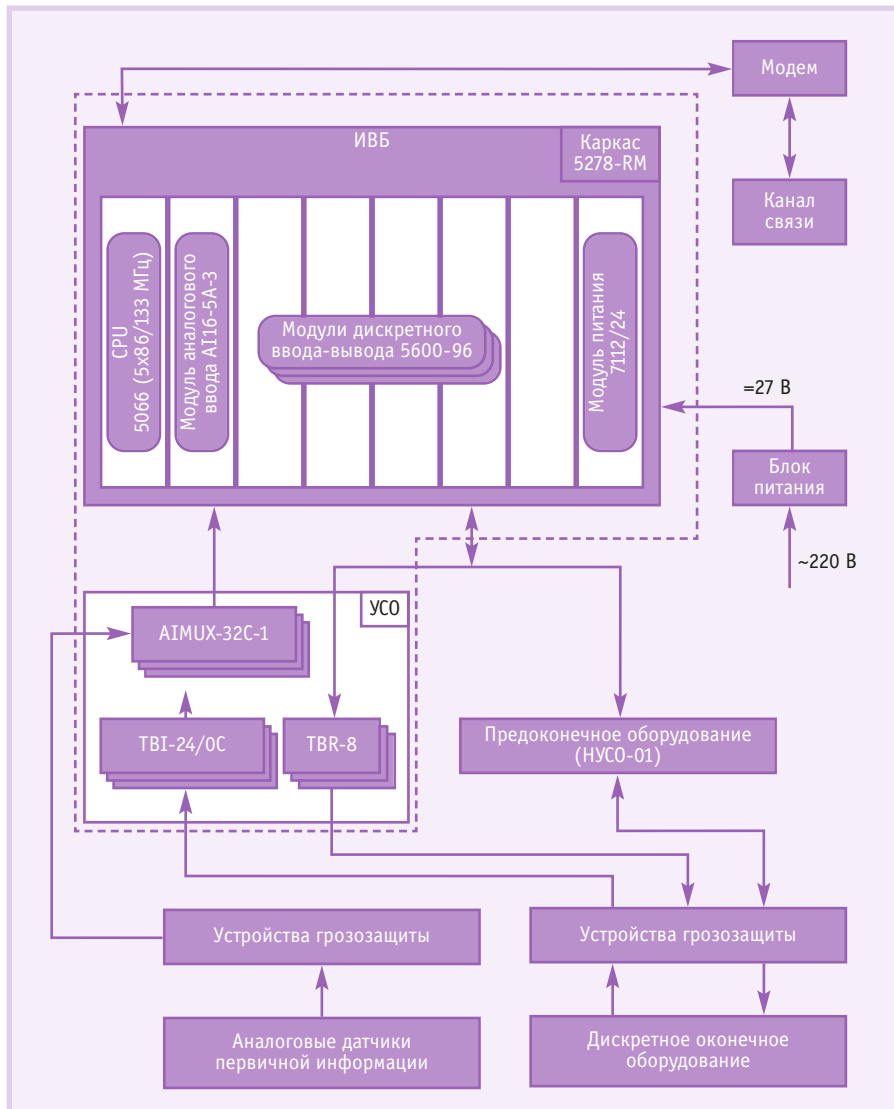

Рис. 5. Схема взаимодействия УУКТ с компонентами системы управления
К предоконечному оборудованию (стойка НУСО-01) ИВБ подключается непосредственно через модуль 5600-96, минуя УСО (рис. 5). УСО может быть выполнено в различных конфигурациях. Минимальная конфигурация характеризуется наличием всего одной платы AIMUX-32C-1. При этом УСО выполняет функцию аналогового коммутатора и клеммного устройства для подключения источников аналоговых сигналов. Такая конфигурация приемлема для модернизации системы СЛТМ-СК. Однако в том случае, когда требуется расширение функций узла распределённой системы управления, возможно соответствующее изменение конфигурации УСО. При этом к платам 5600-96(48) ИВБ можно подключить модули TBR-8, TBI-24/0C.